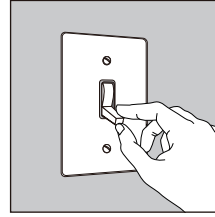

FIG. 1
- FIG. 1. Place the wall switch to the "OFF" position.
- FIG. 1. Coloque el interruptor de pared en la posición "OFF" (apagado).